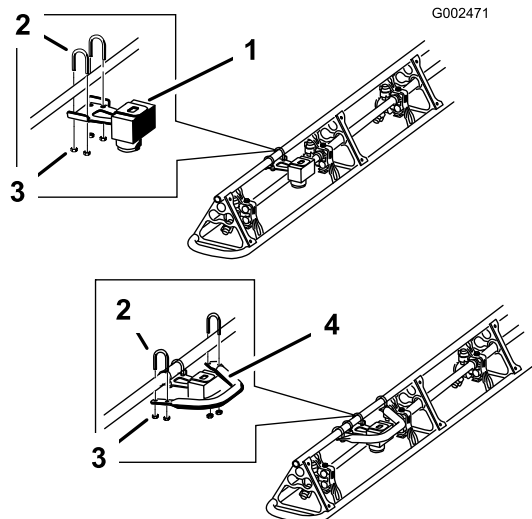

Figure 2
capteur ultrasonique droit au tuyau de support supérieur de rampe droite, à mi-chemin entre la 3e et la 4e buse, comme illustré à la Figure 2. Ne serrez pas complètement les fixations à ce stade pour permettre un ajustement ultérieur.
- Placez le tube de protection autour du capteur ultrasonique, le côté incliné face à l'intérieur, vers le véhicule. Fixez légèrement le tube de protection sur la rampe (Figure 2) à l'aide de 2 étriers filetés, 4 rondelles (5/16 pouce) et 4 contre-écrous (1/4 pouce). Ne serrez pas complètement les fixations à ce stade pour permettre un ajustement ultérieur.